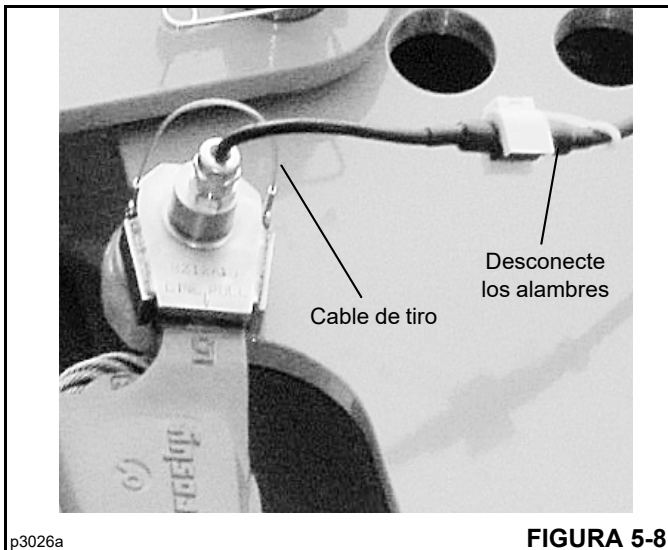

FIGURA 5-8
2. Desconecte el alambre del pasador del receptáculo de cuña del alambre del transmisor (Figura 5-8).
3. Retire el pasador (Figura 5-8) que asegura el receptáculo de cuña a la cabeza de la pluma utilizando el cable de tiro, no el alambre del pasador del receptáculo. Retire el receptáculo del extremo muerto del cable.